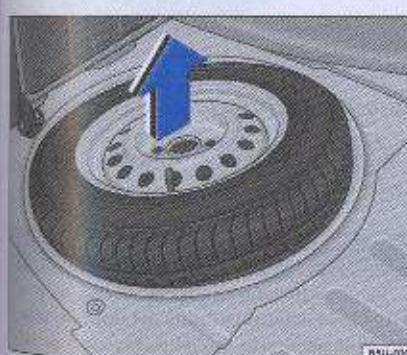

Fig. 126 Secuencia de remoción de la rueda de auxilio - 1ª parte
- Agarre firmemente la rueda de emergencia por la parte central, levantándola parcialmente → fig. 126.